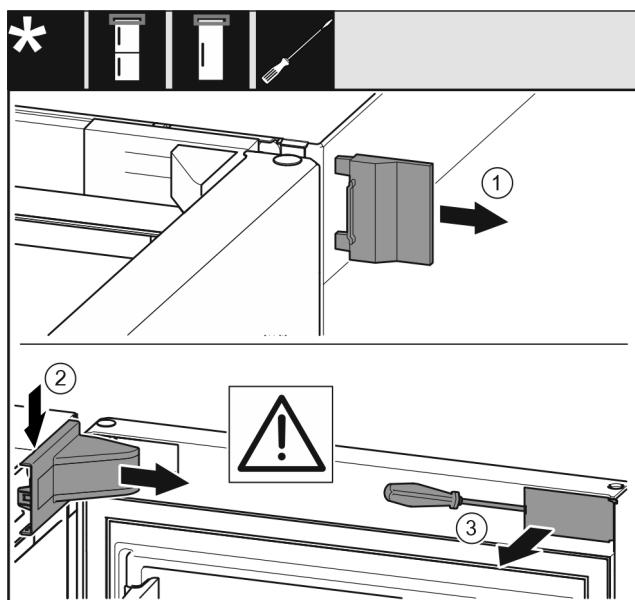

Fig. 9
- Snemite zunanj pokrov. Fig. 9 (1)
Snemite pokrov ležajnega podstavka. Fig. 9 (2)
- S ploščatim izvijačem staknite zaslonko in jo obrnite k strani. Fig. 9 (3)